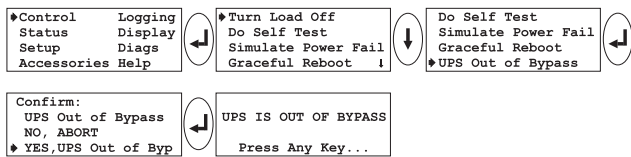

Рис. 5-25 Возврат в сетевой режим
11. Верните систему Symmetra™ в сетевой режим работы с помощью последовательности экранов, приведенной на рис. 5-25..